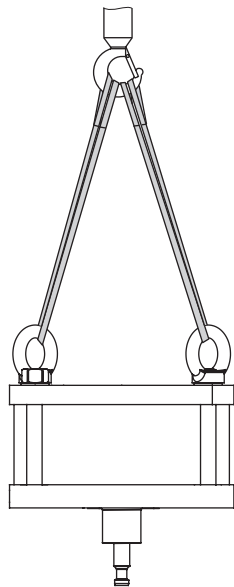

Рис. 4: Точки подъема на приводе
- Удостоверьтесь, что на дополнительное грузозахватное приспособление между рым-болтом и подвесом не приходится нагрузка. Данное приспособление предназначено исключительно для предотвращения переворота при подъёме. Перед поднятием клапана его следует предварительно туго натянуть. Вся нагрузка должна приходиться на грузозахватные приспособления, размещённые на корпусе клапана (см. рис. 4).
1. Закрепите по одной подъёмной петле на рым-болтах привода и на несущем элементе (например, крюке) крана или вилочного погрузчика, см. рис. 4.
SAMSON рекомендует в качестве подъемного элемента использовать крюк с предохранительным затвором (см. рис. 4). Такой затвор предотвращает соскальзывание с крюка грузоподъемного оснащения при подъеме и перемещении.